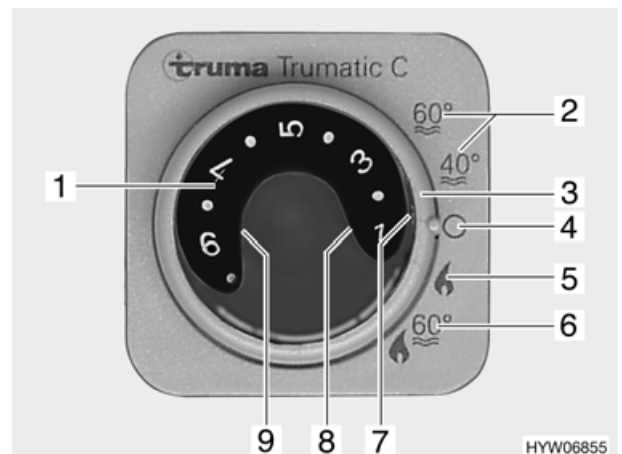

Bild 68 Bedieneinheit für Heizung/Boiler
■ Betriebsart mit dem Drehschalter (Bild 68,3) einstellen:
- Sommerbetrieb "40 °C" oder "60 °C" (Bild 68,2)
- Winterbetrieb "Heizung ohne Boiler" (Bild 68,5)
- Winterbetrieb "Heizung und Boiler" (Bild 68,6)
- Aus (Bild 68,4)
Die Heizung wählt nach gewünschter Raumtemperatur selbstständig die benötigte Brennerstufe. Wenn die gewünschte Raumtemperatur erreicht ist, schaltet der Brenner ab. Bei Betriebsart "Heizung und Boiler" (Bild 68,6) wird auch das Wasser im Boiler erhitzt. Die Heizung kann in der Betriebsart "Heizung ohne Boiler" (Bild 68,5) mit leerem Boiler betrieben werden.
- Temperatordrehknopf (Bild 68,1) an der Bedieneinheit auf gewünschte Raumtemperatur stellen.
- Drehschalter (Bild 68,3) auf Winterbetrieb "Heizung ohne Boiler" oder auf Winterbetrieb "Heizung und Boiler" stellen.
Grüne Kontroll-Leuchte (Bild 68,7) leuchtet.
- Drehschalter (Bild 68,3) auf "Aus" (Bild 68,4) stellen.
Die Spannungsversorgung für Heizung/Boiler und das Sicherheits-/Ablassventil kann durch den 12-V-Hauptschalter nicht unterbrochen werden. Bei Störung leuchtet die rote Kontroll-Leuchte (Bild 68,8) an der Bedieneinheit für Heizung/Boiler Trumatic C auf (siehe Kapitel 14).